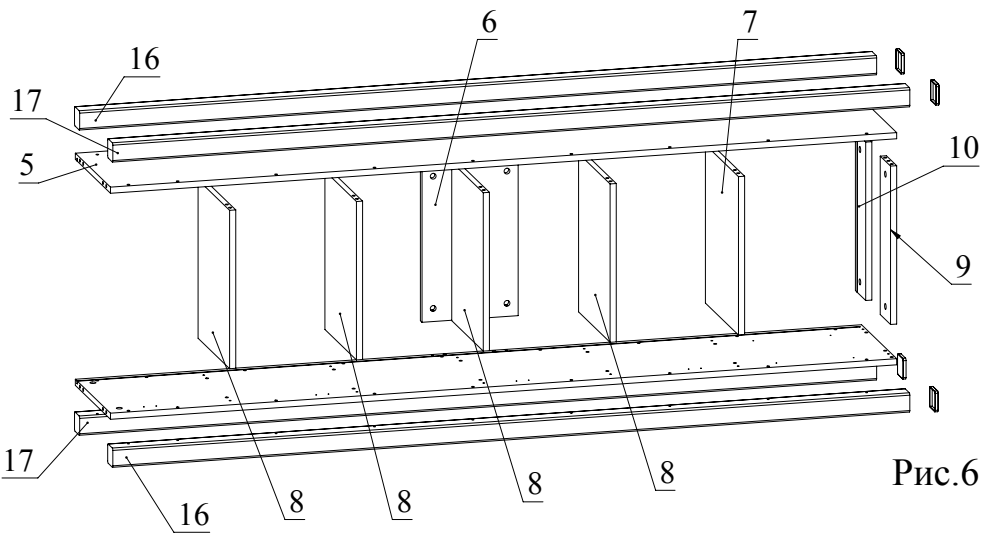

Рис.6
4. С помощью конфирматов прикрепить детали 16, 17 к деталям 4 и 5 согласно схемы (Рис. 6).
5. Установить детали 6, 7, 8, 9, 10 между деталями 4 и 5 и зафиксировать, повернув конфирматным ключом головки минификсов по часовой стрелке до упора (Рис. 6). Установить накладки для профиль-ножек на детали 16 и 17 (Рис. 6).